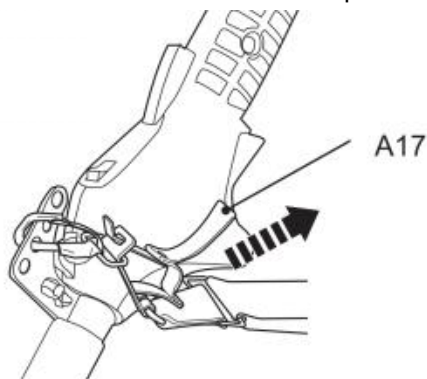

Fig. 34
5. En caso de emergencia, sujete el asa delantera (A27) con la mano izquierda y tire de la cuerda (A17) con la derecha (Fig. 34). La barra de bloqueo metálica se soltará automáticamente del clip de seguridad debido al peso del producto.